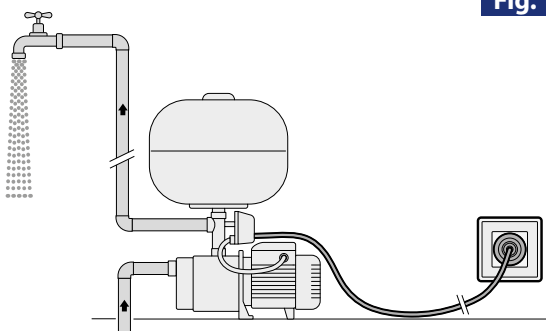

Fig. 2
- Staccare la spina del cavo di alimentazione dell'elettropompa dalla presa di corrente lasciando aperto il punto di erogazione e scaricare completamente l'impianto (**Fig. 2**).